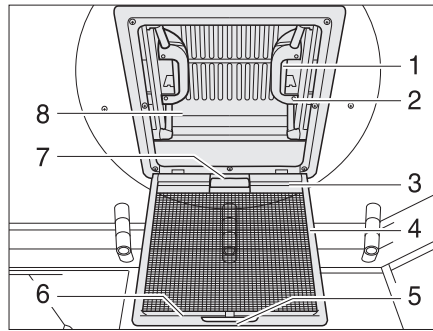

Fig. 71 Lanterneau à pousoirs
- Tirer sur la poignée (Fig. 71,5).
- Rabattre la moustiquaire (Fig. 71,4) vers le bas.
- Appuyer sur le verrou (Fig. 71,1) vers l'intérieur du lanterneau (Fig. 71,8). Pousser le lanterneau simultanément vers le haut par la poignée (Fig. 71,2).
- Faire basculer la moustiquaire (Fig. 71,4) vers le haut jusqu'à ce qu'elle s'enclenche.
- Tirer fortement le lanterneau (Fig. 71,8) vers le bas par les deux poignées (Fig. 71,2) jusqu'à ce que les deux verrous (Fig. 71,1) s'encliquettent.
- Tirer le store occultant par la poignée (Fig. 71,7) et accrocher la barre d'accrochage (Fig. 71,3) dans la barre de retenue (Fig. 71,6) de la moustiquaire.
- Détacher la barre d'accrochage (Fig. 71,3) de la barre de retenue (Fig. 71,6) et laisser revenir lentement le store occultant.